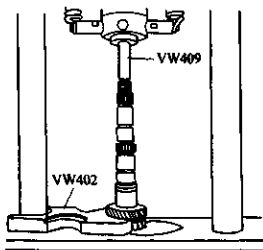

图 3-81 拆下四档齿轮
6) 拆下四档齿轮的锁圈，接着拆下四档齿轮，如图 3-81 所示。